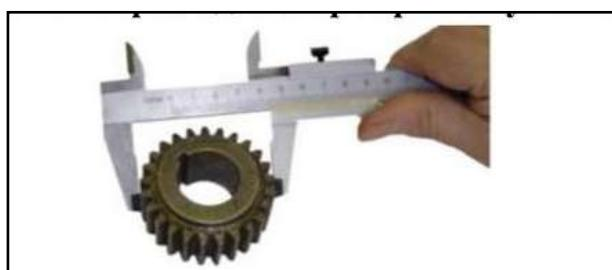

Рис.58 Определение диаметра вершин зубьев колеса
1. Штангенциркулем измерить диаметр вершин зубьев колеса - d_a (рис. 58);